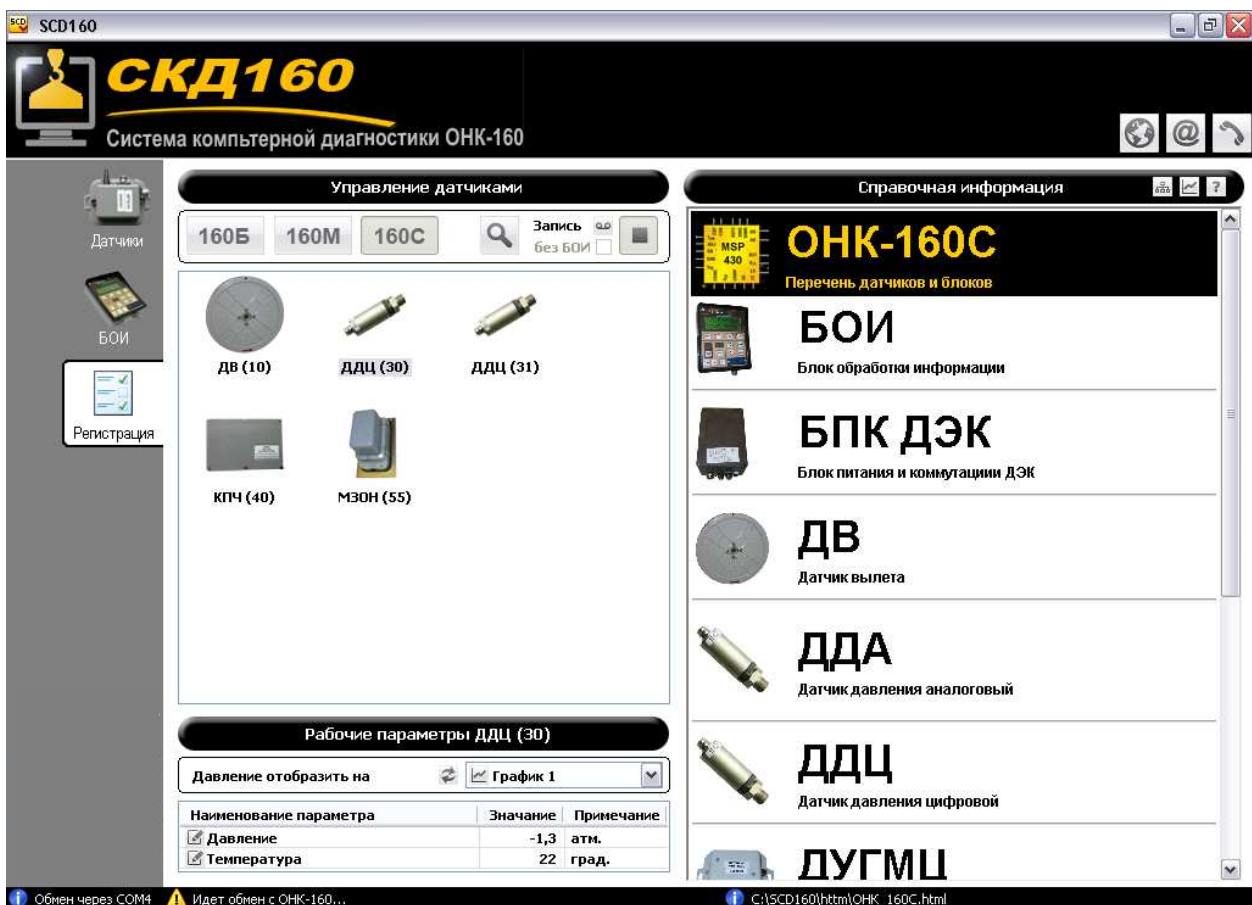

Рисунок 9. Регистрация рабочих параметров датчиков.
Порядок записи рабочих параметров датчиков одинаков для всех типов ОНК-160 и любой конфигурации датчиков. Интерактивная справка позволяет получить информацию о датчиках и БОИ (БУ) любого типа ОНК-160 (Рисунок 9).
– вызов панели «Справочная информация» (Рисунок 9);